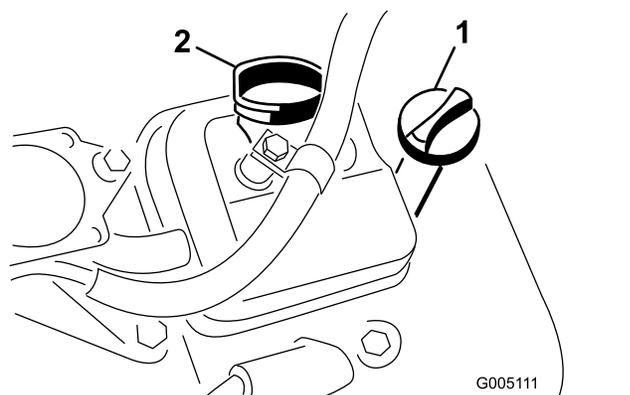

図 26
3. 補給口にディップスティックを差し込んでねじ部を最後まで締めこむ 図 26。